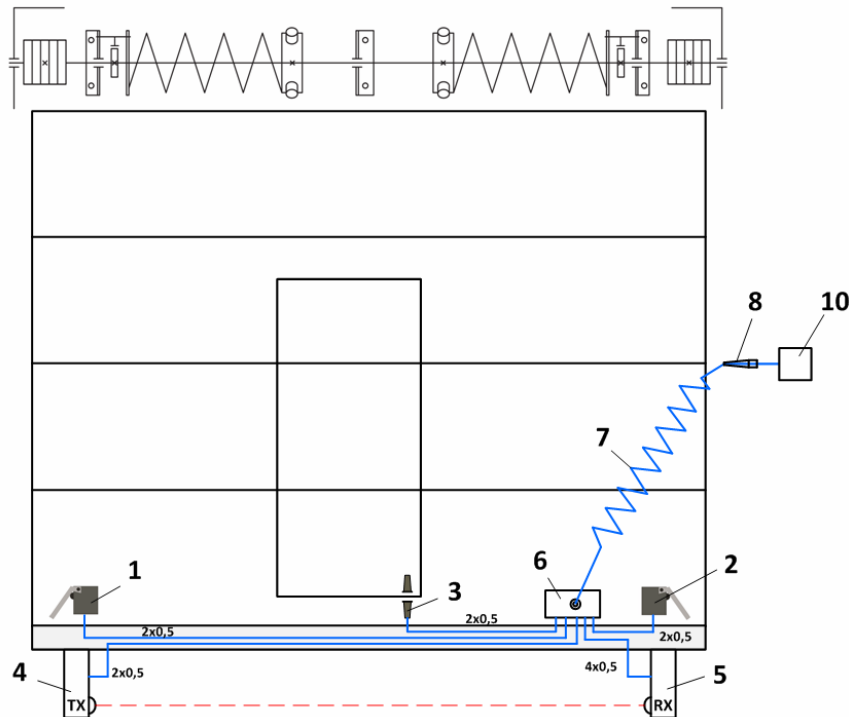
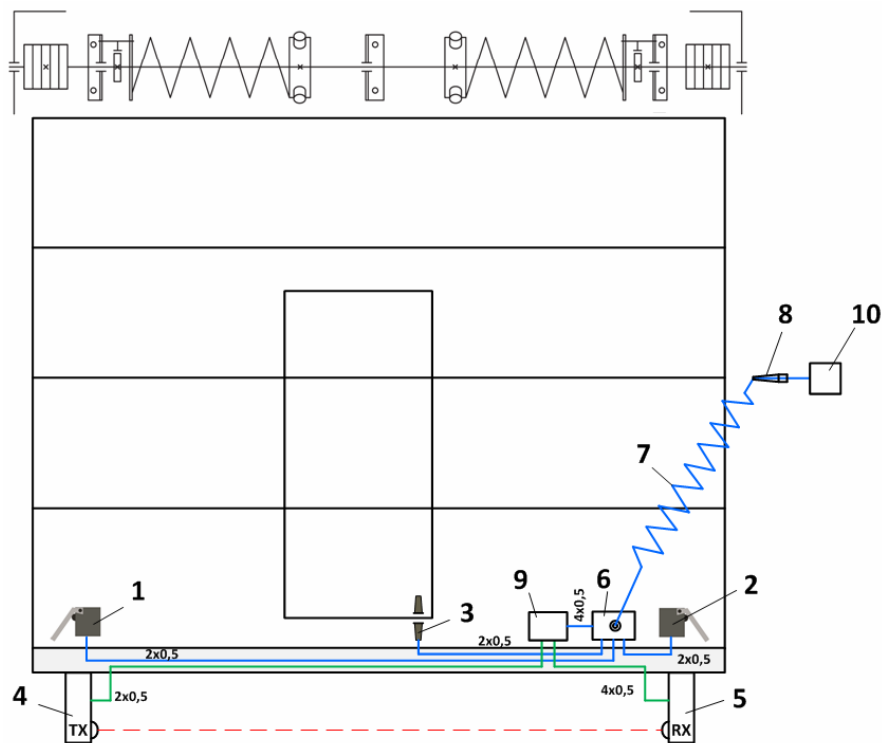

Abb. 2 – Tortypenschema mit NO TOUCH 1 und Sicherheitssensoren
Abb. 3 – Tortypenschema mit NO TOUCH 1 und Sicherheitssensoren beim Verwenden von SA02PLUS
Auf der Abbildung 2 ist das Typenschema eines Tors mit dem NO-TOUCH-1-System und den an dem Torblatt montierten Torbewegungssensoren (Schlupftür-Sensor, Schlafseilswitcher) vorgestellt, sowie der Schaltplan von NO TOUCH 1 und den Sensoren zur Steuereinheit. Abbildung 3 beinhaltet auch das elektronische Modul SA02PLUS.
- Prüfen Sie, wo sich die Steuereinheit befindet (links oder rechts). Die Dose, das Spiralkabel und der Empfänger (RX) von NO TOUCH 1 werden an der Seite des Torblatts montiert, wo sich die Antriebssteuerung befindet.
- Bestimmen Sie die genaue Stelle an dem Torblatt, wo jedes Bauteil montiert wird (Abb. 2 oder 3). Verlegen Sie bis zu dieser Stelle elektrische Kabel. Benutzen Sie zum Verlegen Vertiefungen in den Torbauteilen (z.B., in der Flachschwelle). Beim Verlegen der Kabel darf es keine scharfen Kanten, Wölbungen (Bruchstellen) der Kabel geben. Die Kabel sind mit z.B. Kabelbindern oder Kabeleinleitungen zu befestigen.